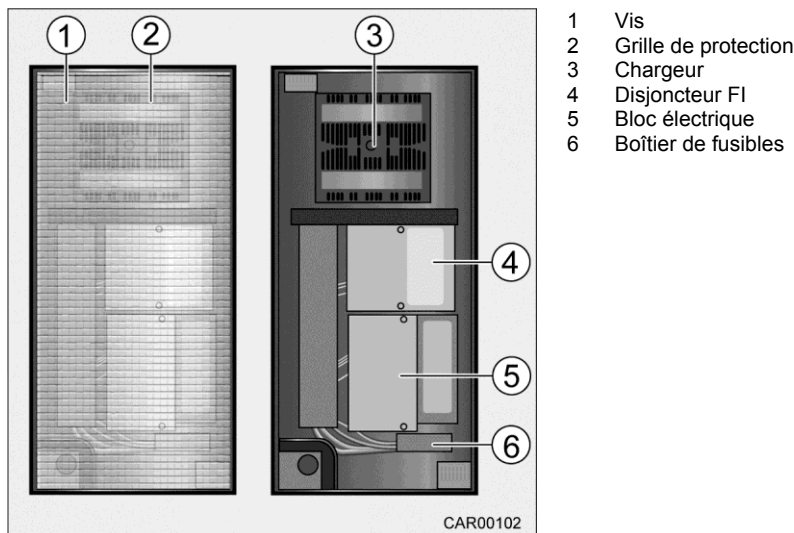

Fig. 104 Bloc électrique dans le garage
Le bloc électrique fonctionne uniquement en combinaison avec le panneau de contrôle. Le bloc électrique (Fig. 104/5) est installé dans le garage derrière une grille de protection (Fig. 104/2). Derrière la grille de protection (Fig. 104/2) se trouve également un boîtier de fusibles gris (Fig. 104/6) pour d'autres consommateurs et options spéciales 12 V.
Pour protéger l'appareil d'une fausse manipulation, le bloc électrique (Fig. 104/5) et le chargeur (Fig. 104/3) sont installés derrière une grille de protection (Fig. 104/2) perméable à l'air et amovible.
1. Desserrer les vis (Fig. 104/1) les unes après les autres en les tournant un quart de tour dans le sens anti-horaire.
2. Enlever la grille de protection (Fig. 104/2).
3. Une fois les travaux terminés, immédiatement remettre en place la grille de protection (Fig. 104/2).
- Pour protéger l'appareil d'une fausse manipulation, immédiatement remettre en place la grille de protection (Fig. 104/2) sur le bloc électrique (Fig. 104/5) après les travaux.
Le chargeur (Fig. 104/3) a été spécialement développé pour le secteur des caravanes et des bateaux pour charger des batteries gel de 12 V.